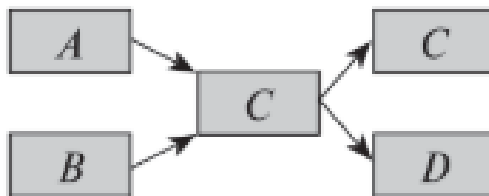

Рисунок 1. – к задаче 1
**Задача 1.** Используя метод Гойла, сократите продолжительность проекта, представленного диаграммой «вершина – работа», до 14, при этом каждую работу можно сократить не более, чем на 2 (рис. 1). Нормальная продолжительность работ и удельные затраты на единицу времени даны в таблице 2.